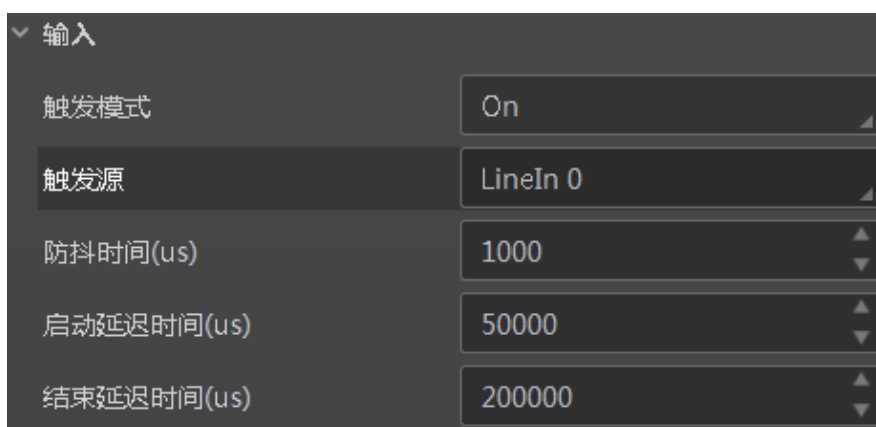
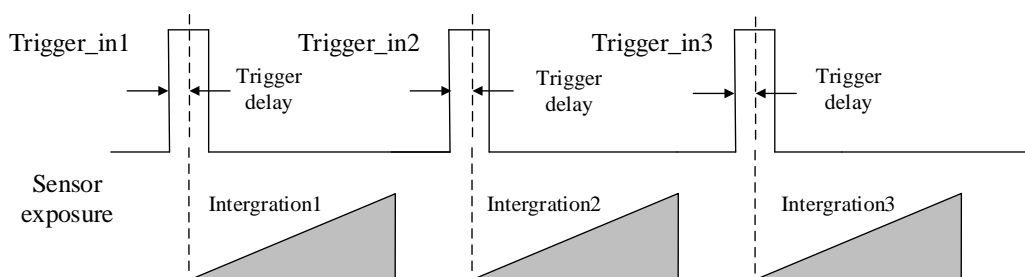

图3-14 触发延迟设置
图3-15 信号延迟原理
为保证包裹的头部和尾部的条码可以正常识别，需要设置触发的启动延迟时间和结束延迟时间，单位为  $\mu\text{s}$ ，如图 3-14 所示。关于触发延迟的原理，如图 3-15 所示。
- 触发延迟时间（图 3-15 中的 Trigger delay）=包裹遮挡传感器时间+（结束延迟时间-启动延迟时间）。包裹遮挡传感器时间由包裹物理长度及传送带的速度共同决定。